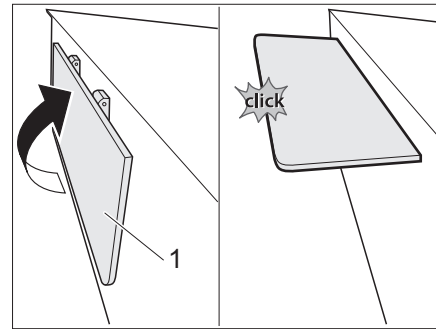

Bild 111 Sätt upp stödkanten
- Lås upp stödkanten (Bild 111,1) och sväng upp den tills den hakar fast på plats.